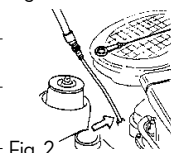

Fig. 2
- E** Introdurre la sonda ed accertarsi che questa raggiunga la massima profondità (Fig. 2).